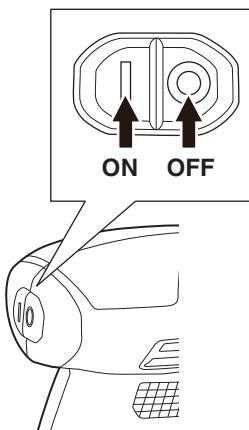

Fig. 13
3. Mise en MARCHE et ARRET de la sableuse (Fig. 13)